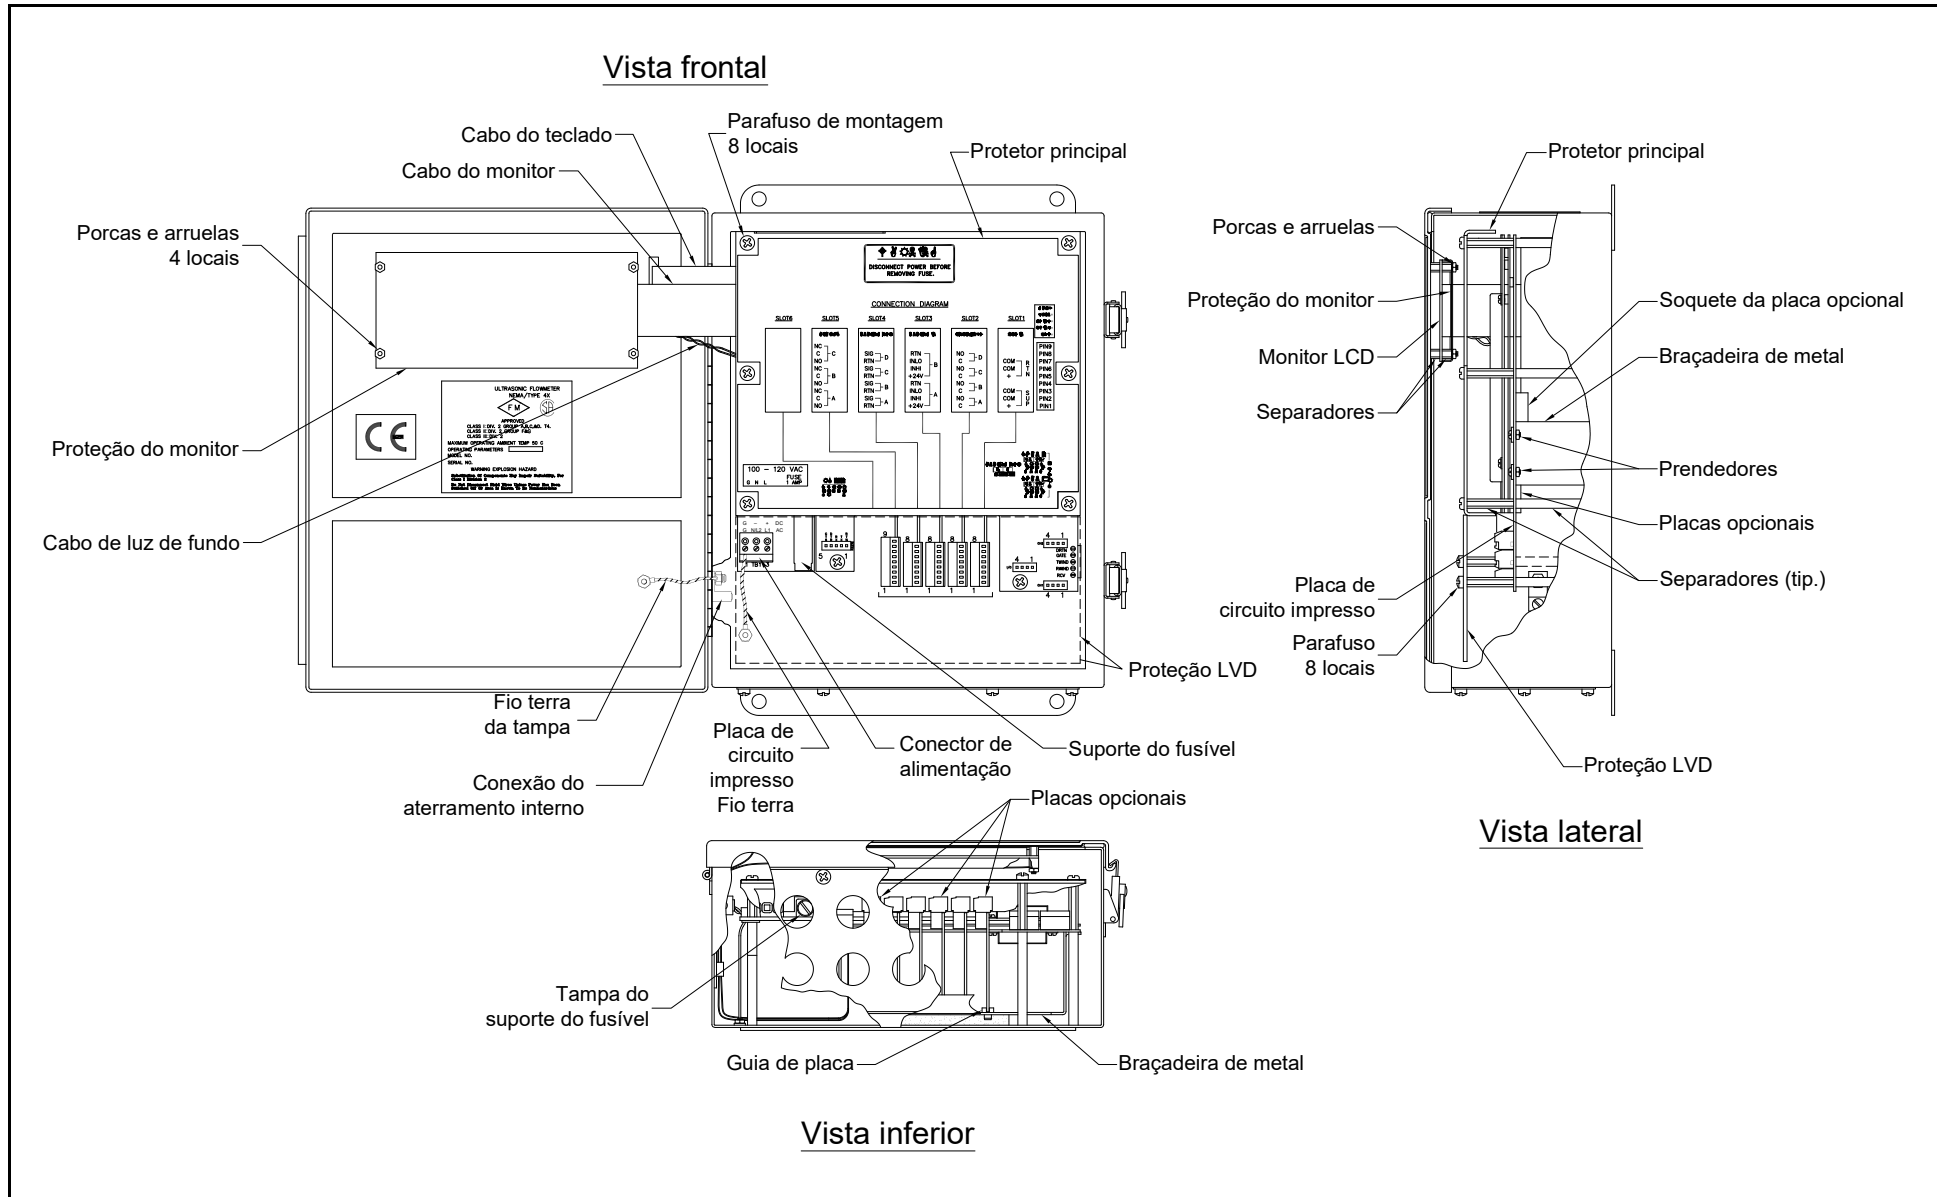
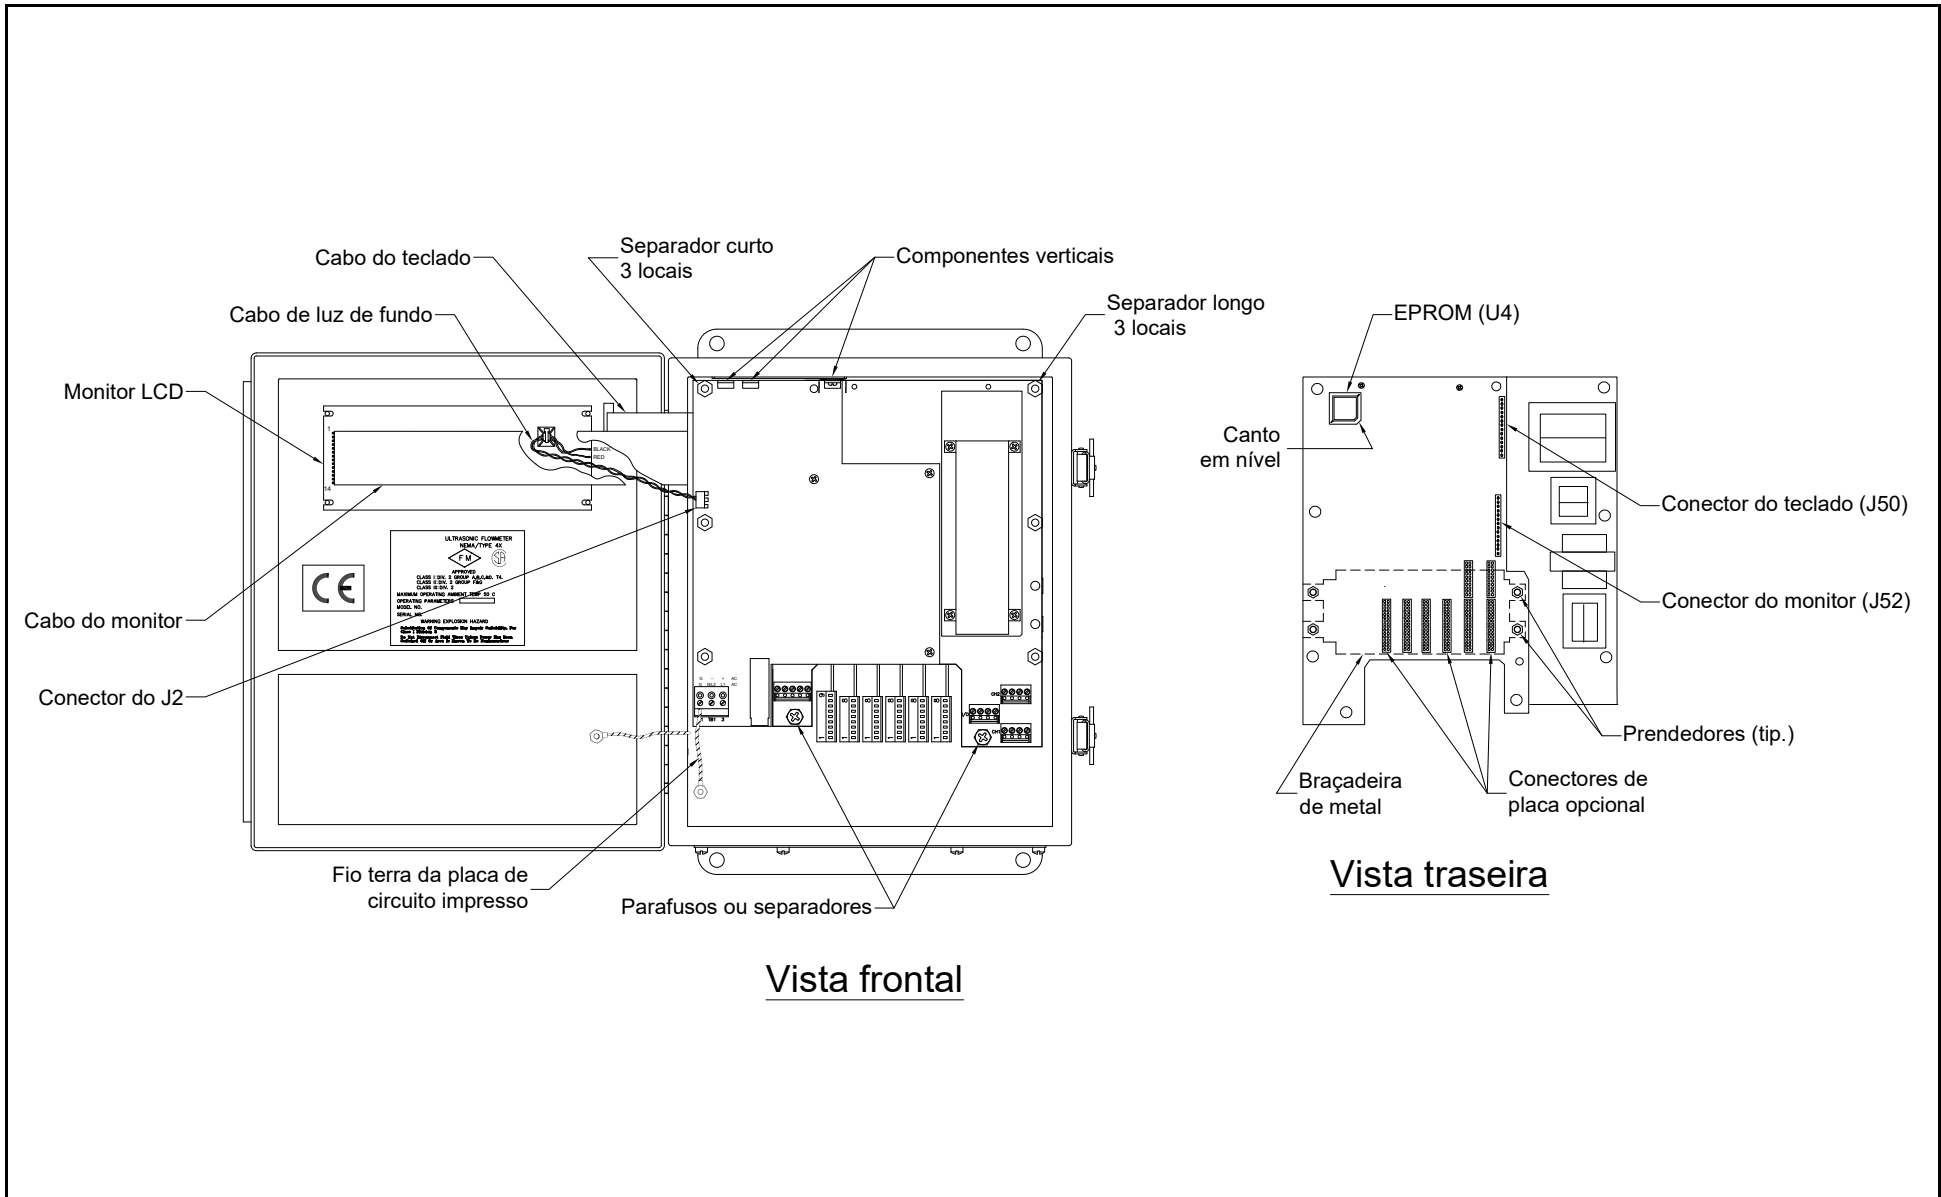

Figura 4-1: Modelo GF868 padrão - Conjunto do console eletrônico
Figura 4-2: Modelo GF868 padrão - Conjunto de placa de circuito impresso
Todos os outros procedimentos de manutenção deste capítulo exigem a remoção da placa de circuito impresso. Para isso, consulte a Figura 4-1 na página 32 e a Figura 4-2 na página 34, fazendo o seguinte:
Durante esse procedimento, tenha cuidado para não danificar os componentes verticais ao longo da extremidade superior da placa de circuito impresso (veja a Figura 4-2 na página 34). Se esses componentes forem dobrados fortemente ou muitas vezes, seus cabos se romperão.
O *Programa do usuário* do modelo GF868 fica armazenado em um chip de memória somente para leitura programável e apagável (EPROM). O EPROM, chamado de componente **U4**, está localizado no canto superior esquerdo da parte de trás da placa de circuito impresso. Veja uma representação da traseira da placa de circuito impresso na Figura 4-2 na página 34. A substituição do EPROM pode ser necessária para substituir um chip defeituoso ou para atualizar para uma nova versão do software. Execute as ações a seguir para substituir o EPROM:
Para instalar uma placa opcional, consulte a Figura 4-2 na página 34 e execute etapas a seguir:
5. Coloque a braçadeira de metal sobre as placas opcionais, verificando se todas estão alinhadas com as guias plásticas para as placas na braçadeira. Prenda a braçadeira de metal na placa de circuito impresso com os pinos de pressão fornecidos. Veja o conjunto instalado na Figura 4-1 na página 33.
As medições do modelo GF868 são exibidas em um monitor gráfico LCD de dois painéis. O monitor LCD normalmente funciona durante muitos anos de maneira confiável, mas ele é facilmente substituível em campo quando necessário. Para substituir o monitor LCD, veja os locais dos componentes na Figura 4-1 na página 33 e execute as etapas a seguir:
4. Coloque o novo monitor LCD sobre os pinos na tampa do console e prenda-o com os quatro separadores. Verifique se o monitor LCD está na posição mostrada na Figura 4-2 na página 34.
Quer tenha sido removida para substituição ou para um dos outros procedimentos descritos neste capítulo, a reinstalação da placa de circuito impresso é a etapa final do processo. Consulte a Figura 4-1 na página 33 e execute as seguintes etapas:
1. Posicione a placa de circuito impresso dentro do console eletrônico, com a extremidade superior inclinada para a frente. Insira os conectores de cabos de fita do monitor e do teclado em seus soquetes na parte traseira da placa de circuito impresso. Consulte a Figura 4-1 na página 33 e a Figura 4-2 na página 34 para identificar os cabos e soquetes. Observe que o cabo do teclado se conecta ao soquete de cima e o do monitor ao de baixo.